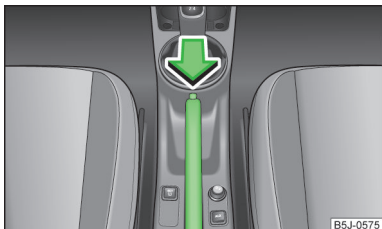

Fig. 91
- Trageți puțin în sus maneta frânei de mână și apăsați **simultan** butonul de blocare » fig. 91.